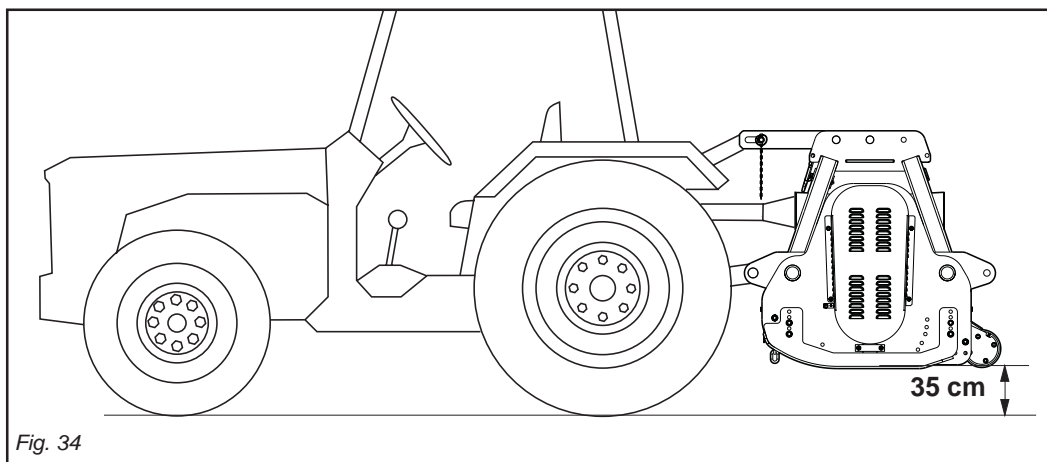

Fig. 34
Sollevarla sempre per i cambiamenti di direzione e le inversioni di marcia. Durante il trasporto, od ogniqualvolta si renda necessario il sollevamento dell'attrezzatura, è opportuno che il gruppo di sollevamento del trattore venga regolato in modo che la macchina stessa non sia sollevata da terra per più di 35 cm circa (Fig. 34).
*During transport, or whenever the implement must be raised, it is advisable to adjust the lift unit of the tractor so that the implement itself is not raised more than about 35 cm from the ground (Fig. 34).*
*Pendant le déplacement et chaque fois qu'il faut relever la machine, veillez à ce que le groupe de relevage du tracteur soit réglé de manière à la soulever au moins de 35 cm (Fig. 34).*
Während des Transportes, jedesmal wenn das Ausheben des Gerätes erforderlich wird, sollte der Kraftheber des Schleppers immer so eingestellt werden, daß das Gerät nicht mehr als circa 35 cm Abstand vom Boden aufweist (Abb. 34).
Durante el transporte, cada vez que se hace necesario alzar el equipo, es conveniente que el grupo de elevación del tractor se regule en modo tal que el equipo mismo no se alce desde el suelo más de 35 cm aprox. (Fig. 34).